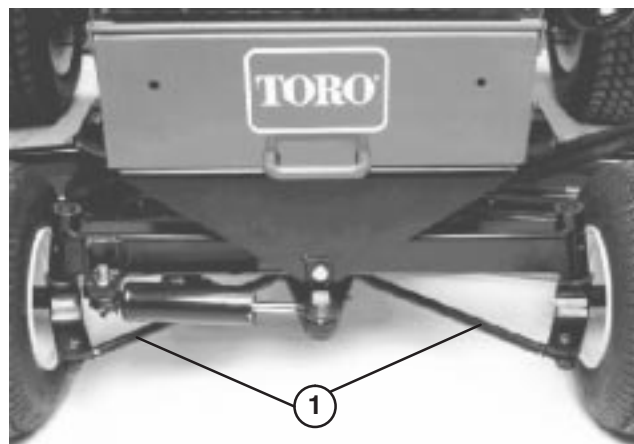

Figure 69
2. Desserrez les écrous de blocage sur les deux biellettes (Fig. 69). Réglez les biellettes également jusqu'à ce que l'entraxe à l'avant des roues arrière soit inférieur de 0 à 3 mm par rapport à l'arrière des roues.